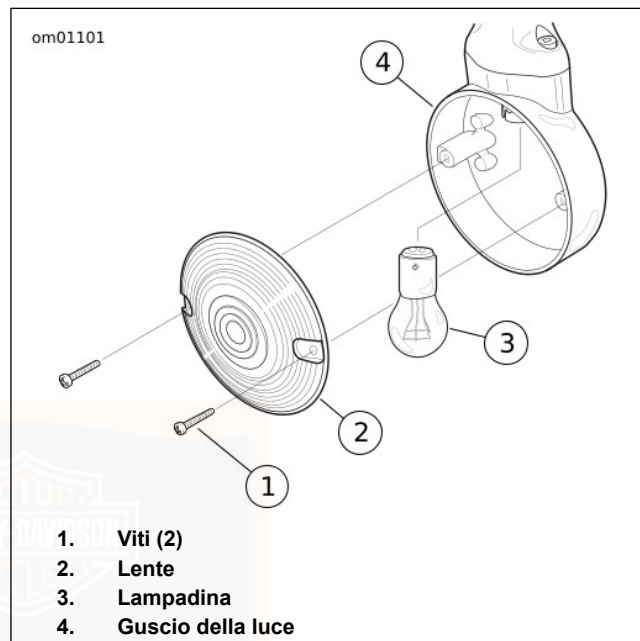

Figura 99. Gruppo degli indicatori di direzione: Stile a lenti piatte
1. Vedere Figura 99. Togliere due viti (1) per staccare le lenti (2) dal guscio della luce (4).
2. Rimuovere la lampadina (3) premendola e girandola in senso antiorario.
6. Fissare le lenti (2) al guscio della luce (4) con due viti (1).